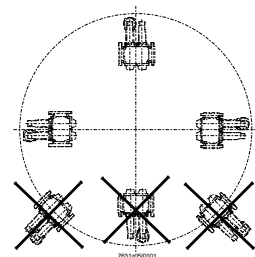

Рис. 10
**ПРИМЕЧАНИЕ:** в системах с гравитационной подачей или с кольцевым контуром, установить автоматическое отсечное устройство (см. № 4 Рис. 10).